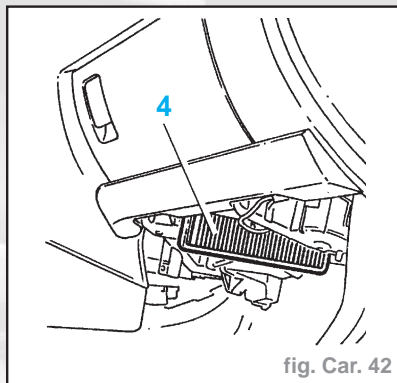

fig. Car. 42
- les 3 vis (2)
- le couvercle (3)
- Déposer le filtre (4) (fig. Car. 42).